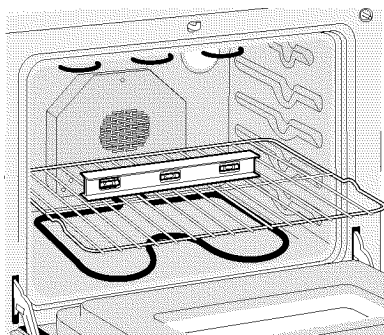

Figura 8
3. Verifique si la cocina está nivelada colocando una parrilla en el centro del horno y poniendo un nivel sobre esta (figura 8).
2. Ponga un nivel sobre la parrilla (figura 8). Tome dos lecturas con el nivel puesto diagonalmente en una dirección y después en la otra. Nivele la estufa, si es necesario, ajustando las 4 patas niveladoras con una llave de tuercas.